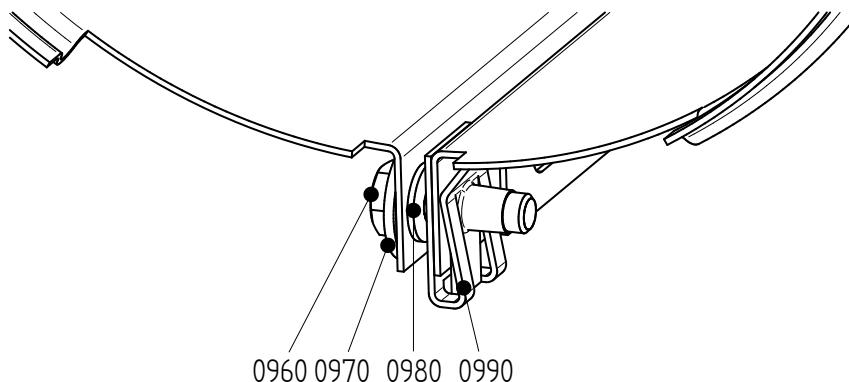

Рисунок 12: Установка кожуха
- 1 Ослабьте затяжку болтов (0960). См. Рисунок 12.
3 Закройте кожух и установите болт (0960). См. Рисунок 12.
5 Закройте кожух и установите болт (0960). См. Рисунок 12.